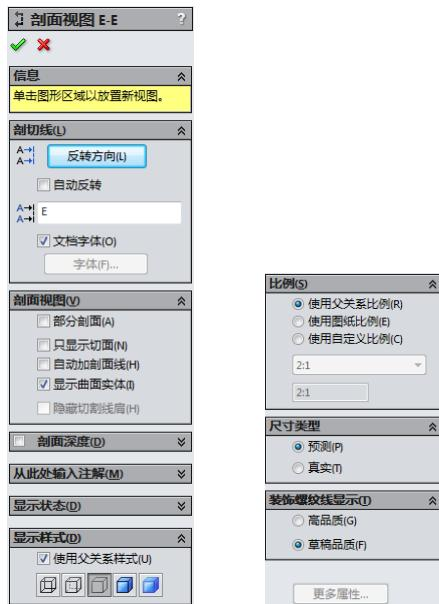

图 8-35 “剖面视图”属性管理器
2. 剖面视图属性。在工程图中生成剖面视图，或选择现有剖面视图时，会出现如图 8-35 所示的“剖面视图”属性管理器，其各选项的含义如下：